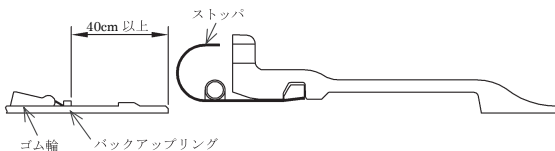

図9 接合部品のセット位置
- (1) ゴム輪を清掃して挿し口に預ける。このとき、ゴム輪の表示マーク (NS、呼び径) を確認し、図9に示す向きにセットする。
- (2) バックアップリングを清掃して挿し口に預ける。このとき、バックアップリングの表示 (呼び径) を確認し、図9に示す向きにセットする。